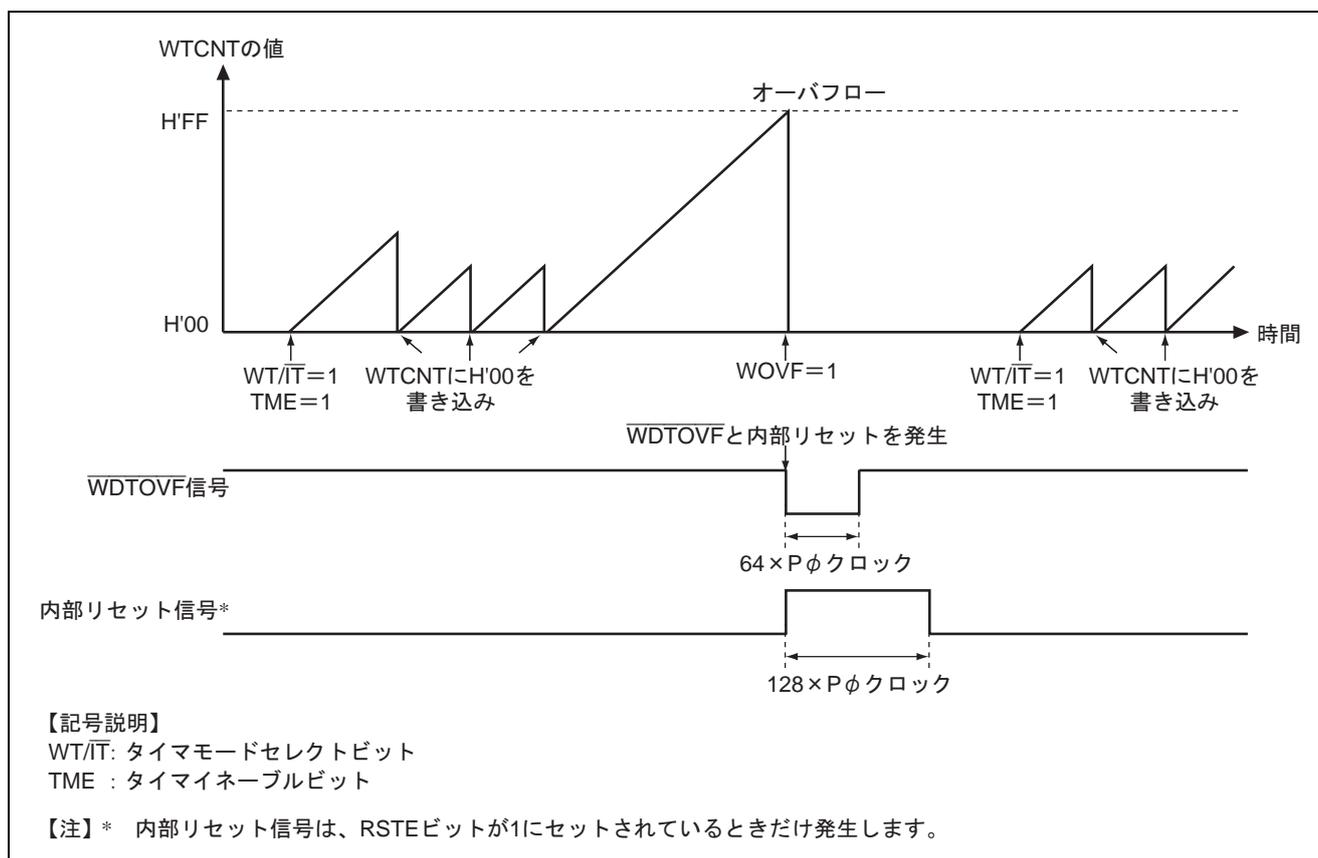

図 10.4 ウォッチドッグタイマモード時の動作
4. カウンタがオーバーフローすると、WDTはWRCSRのWOVFを1にセットして、 $\overline{\text{WDTOVF}}$ 信号が外部に出力されます。これを図10.4に示します。この $\overline{\text{WDTOVF}}$ 信号を用いて、システムをリセットすることができます。 $\overline{\text{WDTOVF}}$ 信号は、 $64 \times P\phi$ クロックの間出力されます。